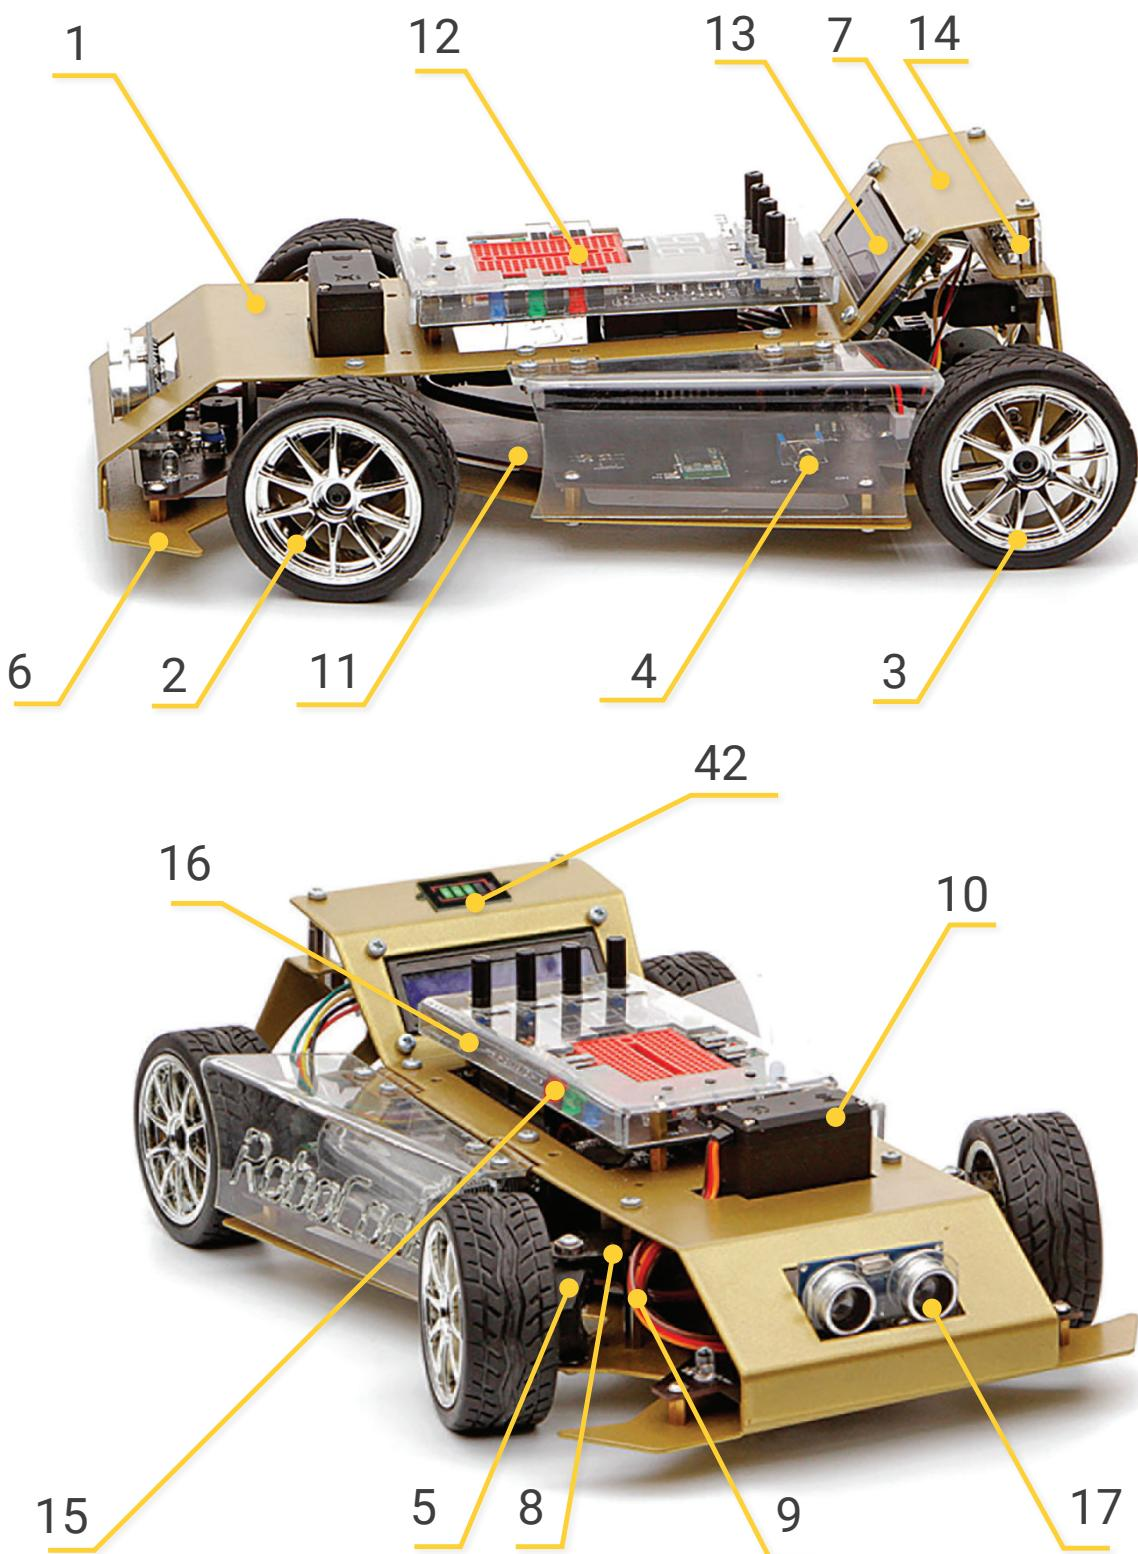

Рисунок 1.
4.2. Конструкція універсального робот-машини LEO 6 (див. Рисунок 1) складається з: